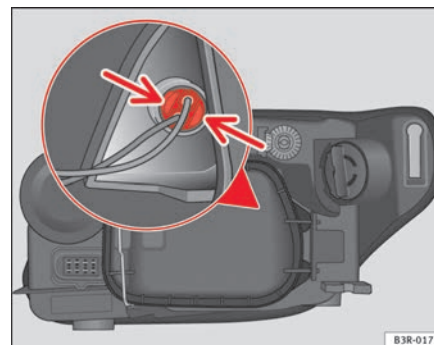

Fig. 196 Luci di posizione (lato esterno veicolo) ►
- Premere leggermente le linguette del portalamпада ⇒ pag. 265, fig. 196 e tirare verso il coperchio (si può estrarre anche tirando i cavi del portalamпада).